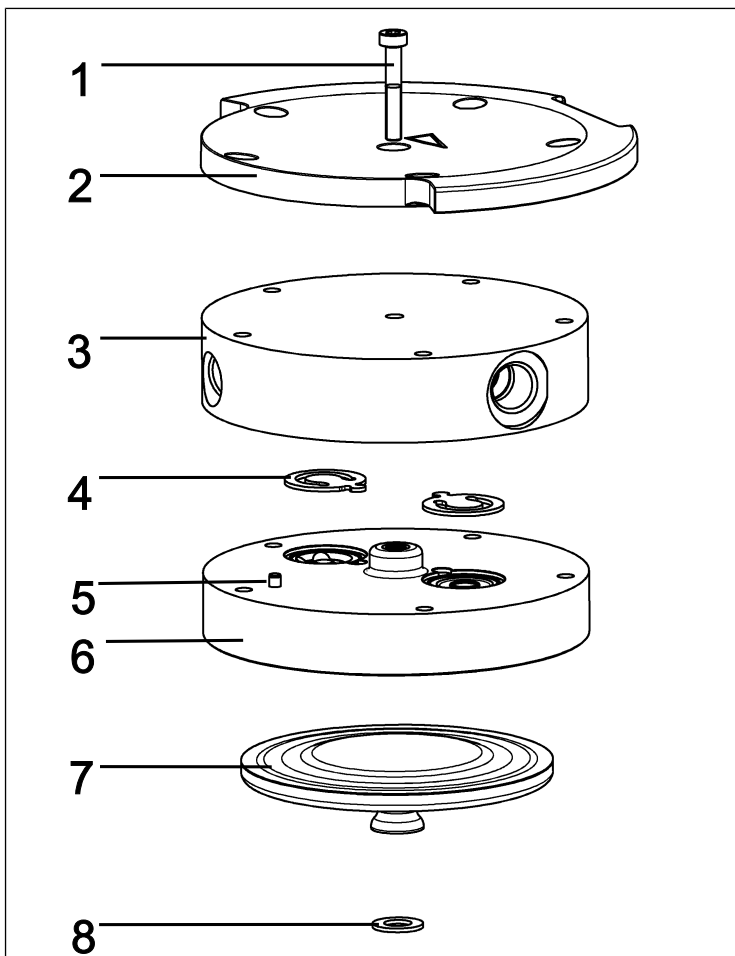

Fig.13: Cabezal de la bomba (bomba mostrada N820)
- i** Los dos tornillos con cabeza interiores (1/ Fig. 13) permanecen aún apretados.
i Los siguientes números de posición se refieren a Fig. 13, a no ser que se indique otra cosa.